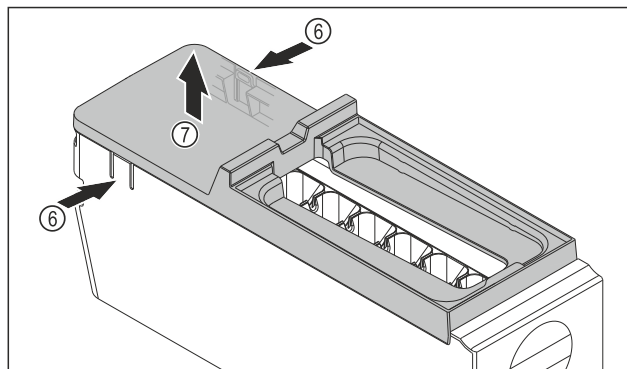

Fig. 149
- 取出 EasyTwist-Ice 机身的盖板: 用一只手按压 EasyTwist-Ice 机身两侧的接片 Fig. 149 (6)。
- 用另一只手朝上取出盖板 Fig. 149 (7)。